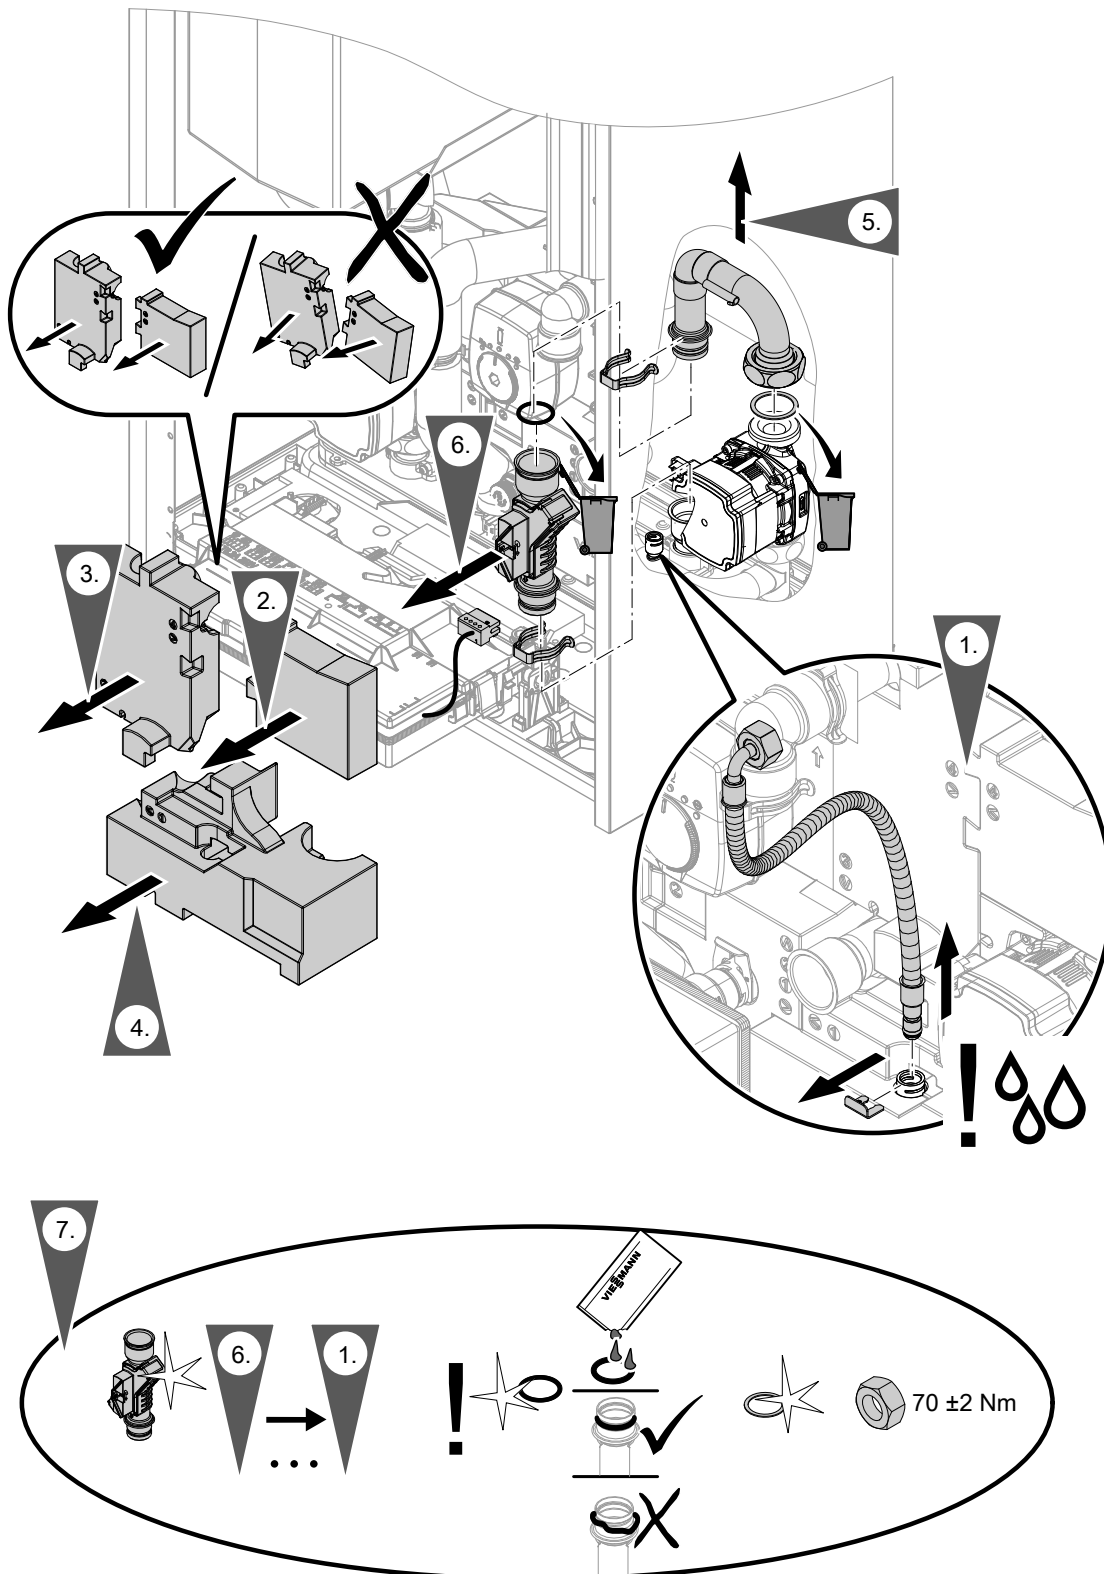

Abb. 106
- Anschlussleitung Volumenströmsensor: Siehe Abb. 106.